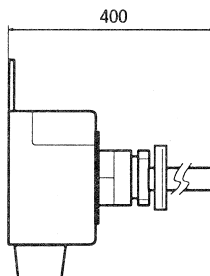

fig.4
Boîtier voyant anti-vandalisme (Fig.4)
Anti-vandalism indicator lamp box (Fig.4)
Caja de indicadores anti-vandalismo (Fig.4)
- soit un boîtier anti-vandalisme (fig. 4 et 9)